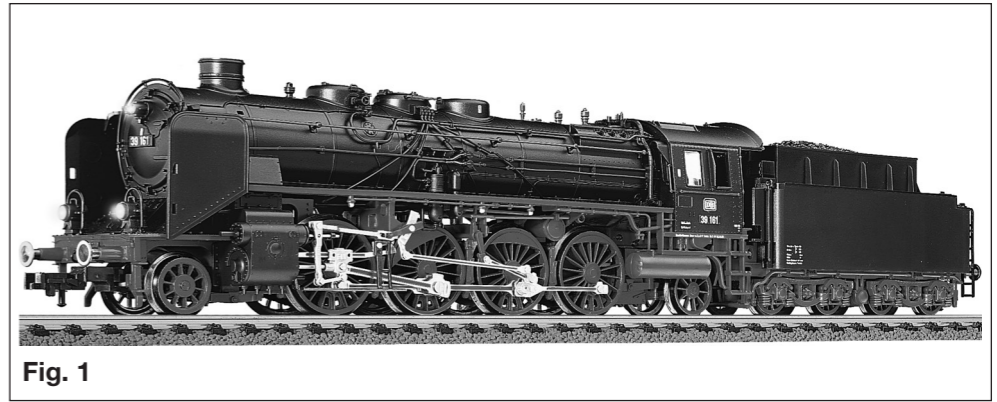

Fig. 1
**Prototype: Locomotive for Passenger Traffic Class 39.0-2 (pr. P 10).** Between 1922 and 1927, 260 locomotives of the Class pr. P 10 were delivered to the Deutsche Reichsbahn Company (DRG). Designated as Class 39.0-2 by the DRG, they were constructed by the firms of Borsig and Henschel as well as other German locomotive manufacturers. As a 2-8-2 wheel configuration loco, they developed 1620 PSI, and could run at a top forward speed of 110 km/h, and 50 km/h in reverse. Originally used to haul heavy express trains, they were later to be seen in service for fast passenger traffic. Locos of this class were still in operation with the Deutsche Bundesbahn (DB) until 1967. One loco is still in the works museum of the firm Hofmann-Linke-Busch, and a second can be seen after its restoration in the Nuremberg Transport Museum (fig. 1).
**Voorbeeld: Reizigerstrein-locomotief Baureihe 39.0-2 (pr. P 10).** Tussen 1922 en 1927 werden aan de Deutsche Reichsbahn Gesellschaft (DRG) 260 locomotieven van het type Pruisische P 10 geleverd. Bij de DRG kregen de nummers in de Baureihe 39.0-2. De fabrikanten waren Borsig, Henschel en nog enkele andere locomotiefbouwers. De locs kregen de betiteling 1'D1'h3, type P 46.19 en ze hadden een adhesiegewicht van 75 ton. Met een vermogen van 1620 pK kon de loc een snelheid volhouden van 110 km/h vooruit rijdend, achteruit was de snelheid beperkt tot 50 km/h. De serie reed in het begin alleen zware goederentreinen, maar kwam later ook voor reizigerstreinen te staan. Bij de Deutsche Bundesbahn (DB) deed de serie dienst tot 1967. Een loc staat nu in het bedrijfsmuseum van de Firma Linke-Hofmann-Busch, en een ander exemplaar is na revisi opgesteld in het Verkehrsmuseum van Neurenberg (fig. 1).
**Modello: Locomotiva con tender BR 39.0-2 (pr. P 10).** Tra il 1922 e il 1927 furono consegnate alle DRG 260 locomotive della serie pr. P 10. Contrassegnate con il numero di serie BR 39.0-2 queste locomotive furono costruite dalle ditte Borsig, Henschel e altre fabbriche tedesche di locomotive. Con la serie di costruzione 1'D1'h3, categoria P 46.19, questa locomotiva aveva una forza di trazione di 75 Mp. Con una potenza massima di 1620 PSI, poteva raggiungere una velocità massima di 110 km/h avanti e 50 km/h indietro. Originariamente questa locomotiva veniva adibita per l'esercizio di treni merci pesanti, in seguito fu impiegata anche per il trasporto passeggeri. Presso le DB questa serie fu in servizio fino al 1967. Una locomotiva di questa serie si trova nel Museo della diitta Hofmann-Linke-Busch, una seconda locomotiva è in fase di ristrutturazione presso il Museo di Norimberga (fig. 1).
**Vorbild: Personenzuglokomotive BR 39.0-2 (pr. P 10).** Von 1922–1927 wurden an die Deutsche Reichsbahn Gesellschaft (DRG) 260 Lokomotiven der Baureihe pr. P 10 geliefert. Bei der DRG als BR 39.0-2 bezeichnet, wurden sie von den Firmen Borsig, Henschel und anderen deutschen Lokomotiv-Fabriken gebaut. Als Bauart 1'D1'h3, Gattung P 46.19 hatte die Lok eine Reibungslast von 75 Mp. Bei einer Leistung von 1620 PSI konnte die Lok eine Höchstgeschwindigkeit von vorwärts 110 km/h und rückwärts 50 km/h fahren. Ursprünglich im schweren Schnellzug-Dienst tätig, wurde sie später für den Eil- und Personenverkehr eingesetzt. Bei der Deutschen Bundesbahn (DB) war diese Baureihe bis 1967 im Einsatz. Eine Lok ist im Werks-Museum der Fa. Hofmann-Linke-Busch erhalten, eine zweite steht nach Restaurierung im Verkehrsmuseum Nürnberg (Fig. 1).